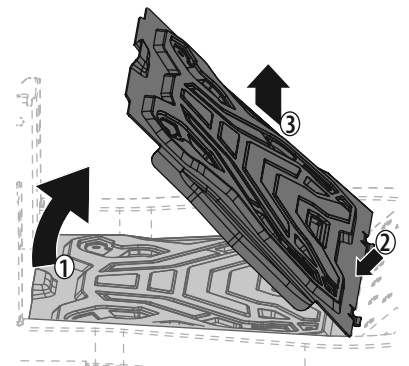

Figure 36
- Soulevez avec précaution la partie arrière du panneau. Voir Figure 36 (1).
- Glissez le panneau vers l'arrière pour faire sortir la partie avant. Voir Figure 36 (2).
- Puis, soulevez le panneau pour le retirer. Voir Figure 36 (3).